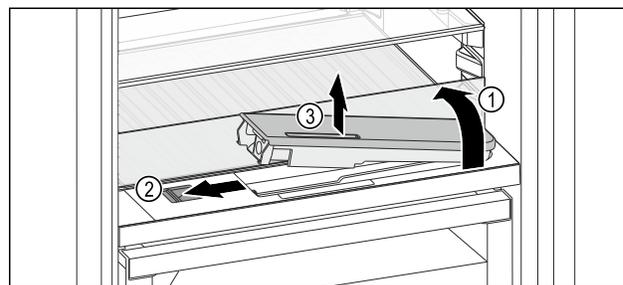

Fig. 116
- ▶ Soulever la tablette et la rabattre vers l'arrière jusqu'à la butée Fig. 116 (1).
- ▶ Pousser le curseur Fig. 116 (2) vers la gauche.
- ▶ Sortir le filtre à eau Fig. 116 (3).